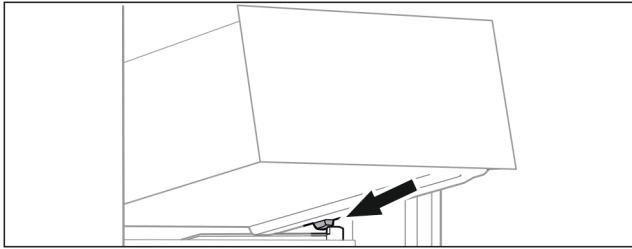

Fig. 28
- ▶ Așezați sertarul oblic în spatele opritoarelor pe nervura recipientului. (vezi Fig. 28)